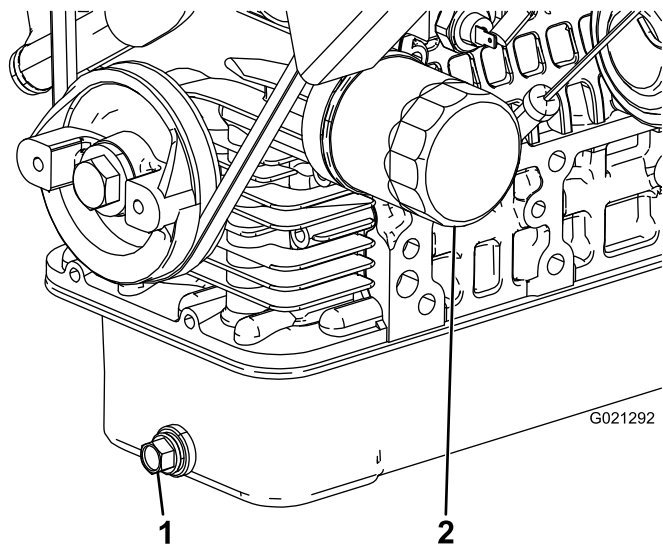

Figura 37
2. Scoateți bușonul de golire și lăsați uleiul să curgă într-o tavă de golire (Figura 37).
4. Demontați filtrul de ulei (Figura 37).